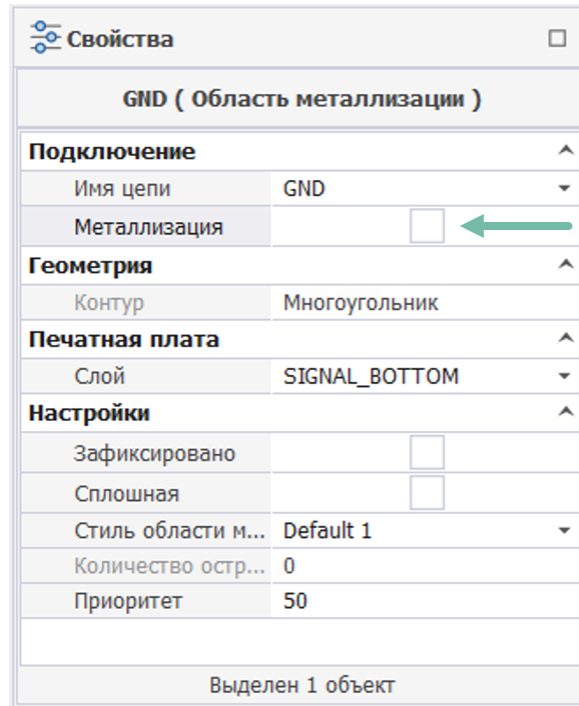

Рис. 414 Отмена заполнения области металлизации
2. Снять флаг в чек-боксе «Свойства» → «Подключение» → «Металлизация», см. Рис. 414.